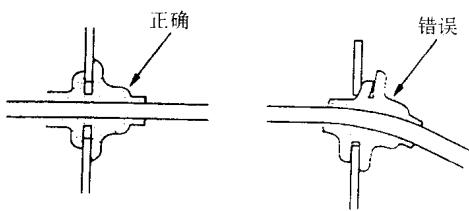

图 1-30 护孔套的安装
5) 如图 1-30 所示，使保护孔套正确卡在相应的槽内，护孔套不得扭曲。